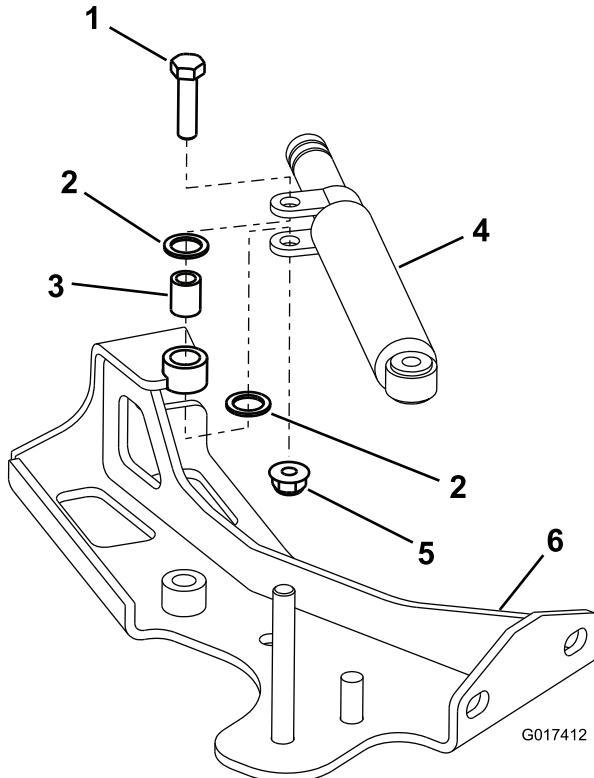
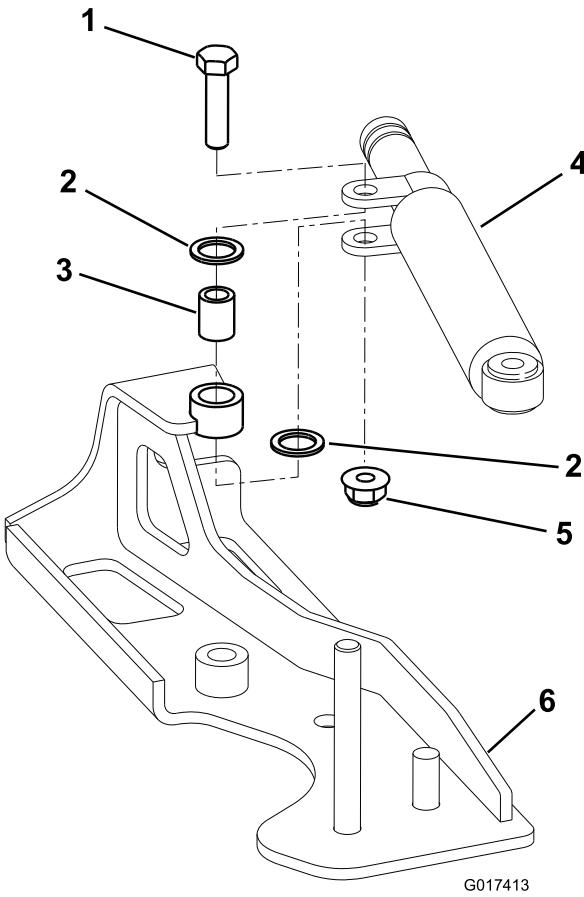

Figura 1
Figura 2
Nota: Applicate del lubrificante Never Seize (componente Toro 505-181) sulla boccola del perno (Figura 1 o Figura 2).
- Installate lo smorzatore sulla nuova piastra di supporto del cavo come mostrato in Figura 1 o Figura 2.